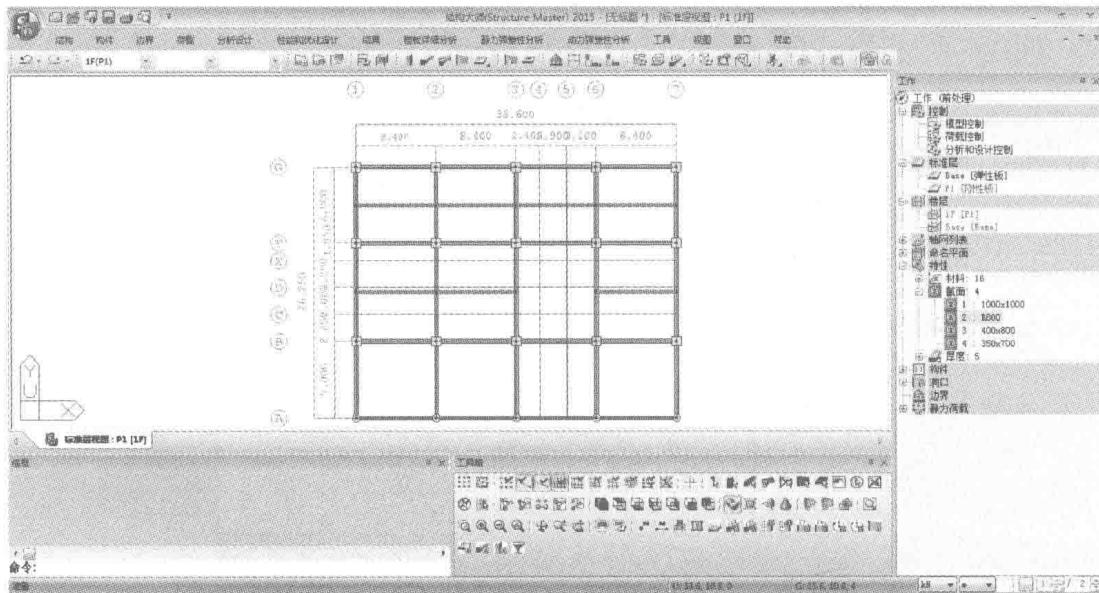

图 2.2-10 次梁构件的布置
3. 单击【构件>建立构件>次梁】，弹出建立构件对话框，选择构件类型：次梁，截面：4# 350×700，端部铰：两端刚接，次梁根数：1，布置方式：构件。如图 2.2-10 所示。